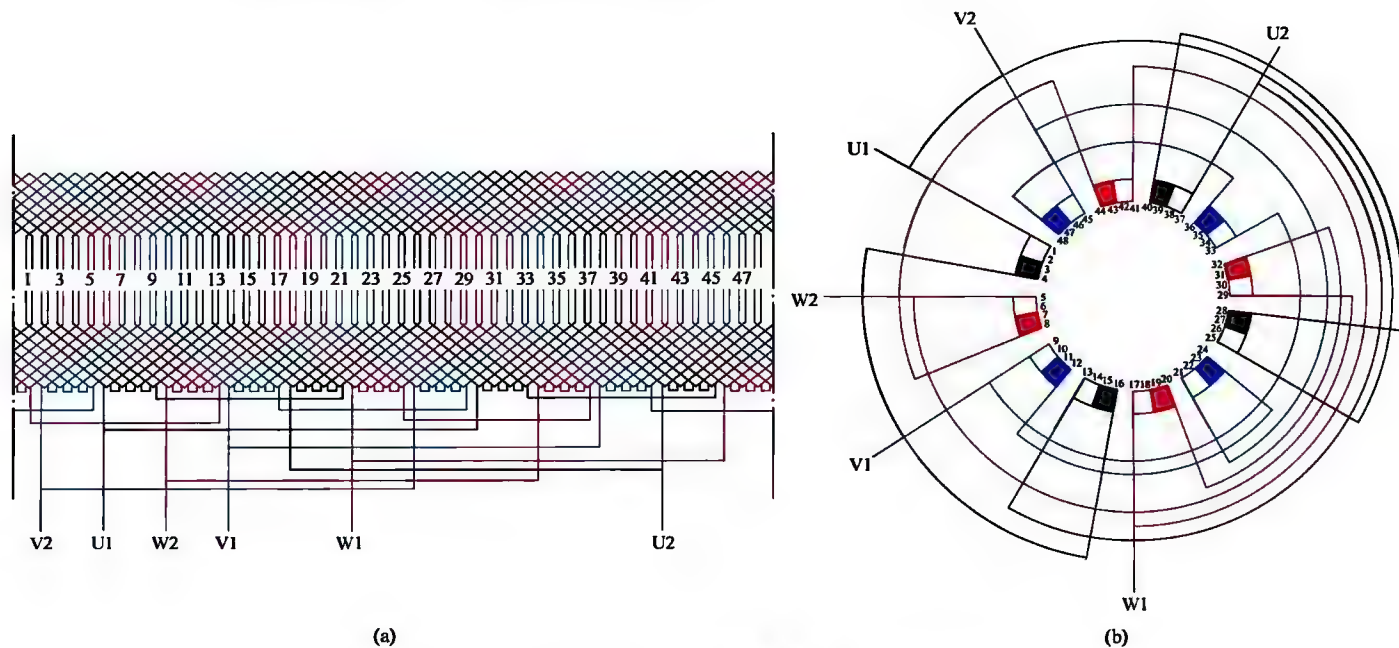

图 1-40 三相 4 极 48 槽双层叠绕组 2 路接法 (1)
40. 三相 4 极 48 槽双层叠绕组 2 路接法展开图与接线圆图 (1) (见图 1-40)